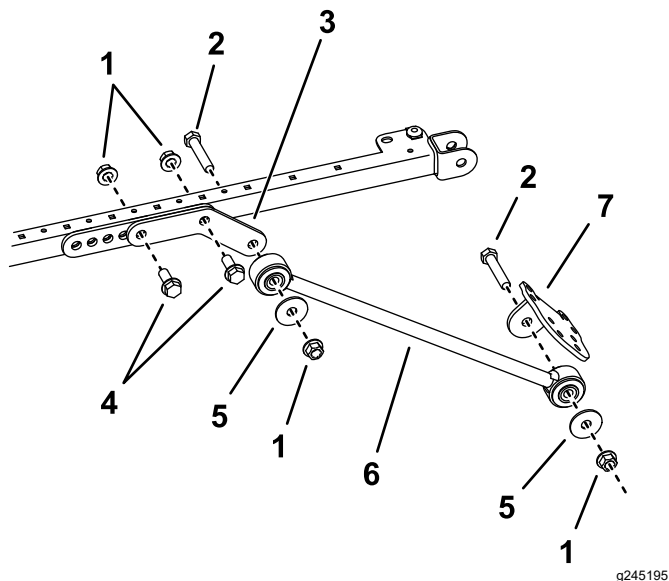

Рисунок 37
центральному отверстию монтажного кронштейна с помощью 2 болтов (1/2 x 1 1/2 дюйма) и 2 фланцевых гаек (1/2 дюйма), как показано на рис. Рисунок 37.
10. Прикрепите подпорку снаружи каждого удлинительного звена с помощью болта (1/2 x 2 1/2 дюйма), шайбы (1/2 дюйма) и фланцевой гайки (1/2 дюйма), как показано на рис. Рисунок 37.
11. Прикрепите, не затягивая, кронштейн подпорки к каждой подпорке с помощью болта (1/2 x 2 1/2 дюйма), шайбы (1/2 дюйма) и фланцевой гайки (1/2 дюйма), как показано на Рисунок 37.